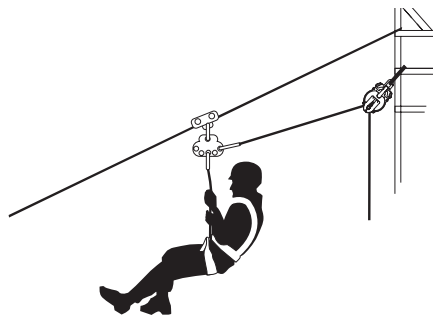

Рис. 12
7.3. Самостоятельная эвакуация по наклонной плоскости (рис. 12)